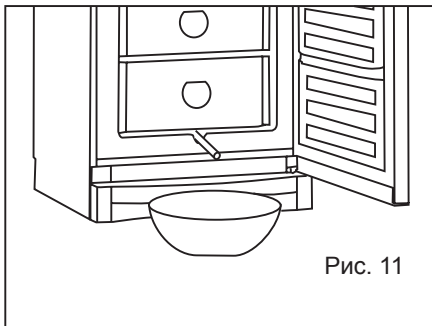

Рис. 11
3. Вытащите сливную трубку из нижней части внутреннего шкафа морозилки и поставьте под неё тазик сбора талой воды (см. рис. 11). Если трубка примёрзла, накройте её на несколько минут смоченной в горячей воде тряпкой.